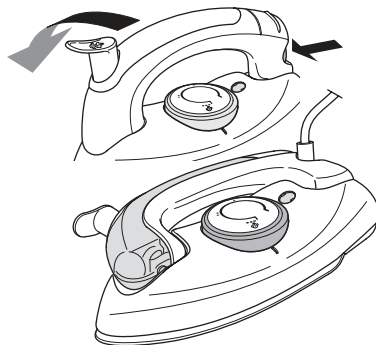

Figura 5 Impugnatura ripiegabile
6. Ripiegare l'impugnatura premendo il pulsante di sblocco situato sulla parte posteriore dell'impugnatura e spingendo quest'ultima verso il basso (vedere la figura 5).